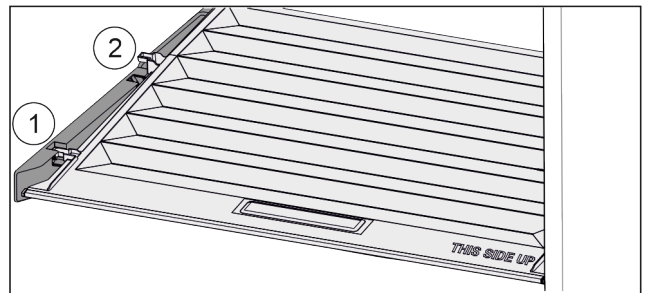

Fig. 93
- ▶ Trekk dekelet til åpningen i holdedelene fremover Fig. 93 (1).
- ▶ Løft ut nede bak og ta opp og ut Fig. 93 (2).